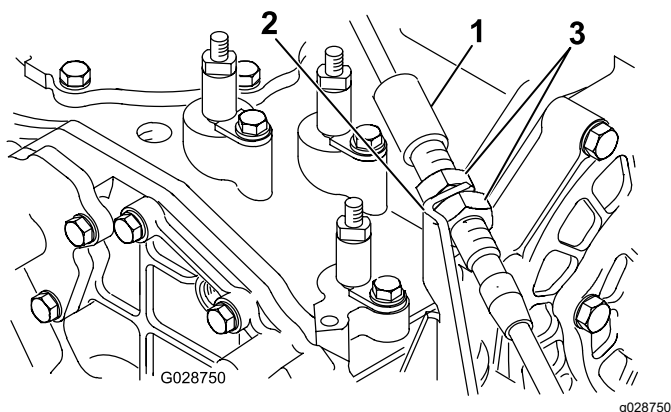

Figure 14
- Insérez l'autre extrémité du câble du levier de la PDF dans l'ouverture sur le côté droit de la console et dans le support de câble à l'arrière de la console (Figure 14).